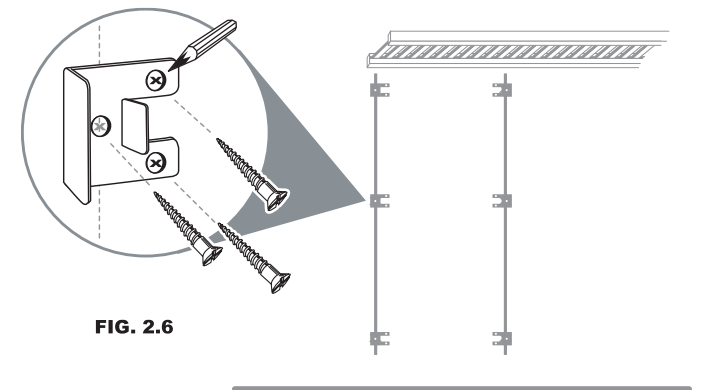

FIG. 2.6
8. Use los lugares que marcó sobre las líneas verticales para seleccionar la ménsula torre y centrar el orificio del medio en su lugar; nivele la ménsula y marque las posiciones en donde se van a hacer los orificios. (Fig. 2.6)
9. Instale la ménsula torre utilizando tornillos N° 8 de 1 1/2 pulg. Use los anclajes plásticos de pared que se proporcionan si no tiene a disposición ningún poste. (Fig. 2.6).